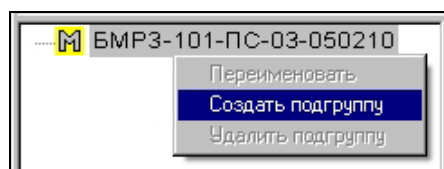

Рисунок 105
- в открывшемся контекстном меню выбрать пункт «Создать подгруппу» (рисунок 105);